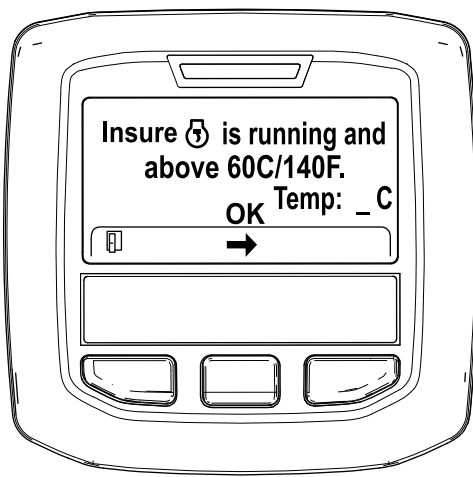

Figure 35
5. Si la température du liquide de refroidissement est inférieure à 60 °C (140 °F) le message « Insure  is running and above 60C/140F » (vérifier que *** fonctionne et est supérieure à 60 °C/140 °F) s'affiche (Figure 35).